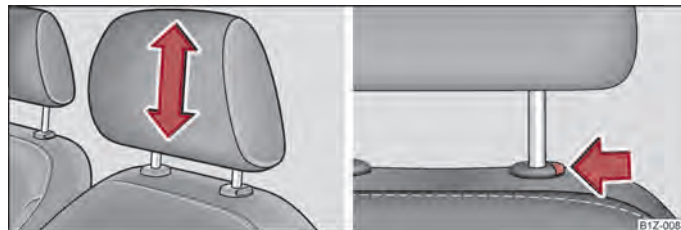

Fig. 45 Appuie-tête : Régler/extraire
- Attrapez l'appuie-tête sur le côté avec les deux mains et poussez-le vers le haut comme souhaité ⇒ fig. 45 - à gauche.
- Si vous souhaitez abaisser l'appuie-tête, appuyez et maintenez la touche de verrouillage avec une main ⇒ fig. 45 - à droite et poussez en même temps sur l'appuie-tête vers le bas avec l'autre main.
- Poussez la touche de sécurité dans le sens de la flèche → fig. 45 - à droite et retirez l'appuie-tête.